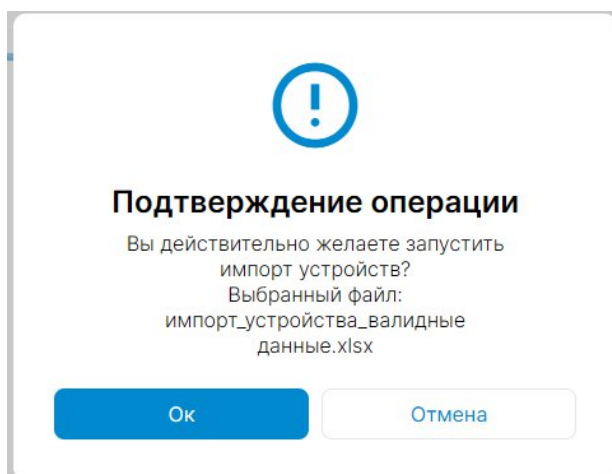

Рисунок 62 – Подтверждение запуска операции импорта
6. Подтвердить запуск операции импорта устройств (Рисунок 62).